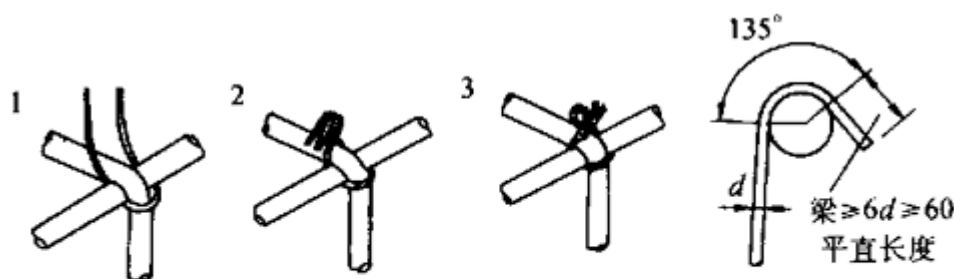

图 4-23
3.3.5 绑梁上部纵向筋的箍筋，宜用套扣法绑扎，如图 4-23。